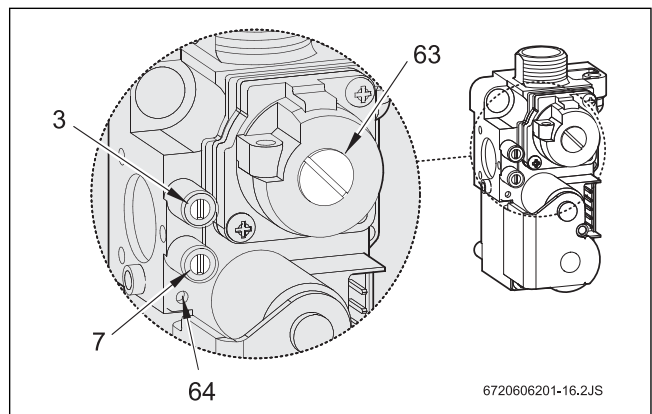

Fig. 52 Cuerpo de gas
- ▶ Desmontar la cubierta del tornillo de ajuste del gas (63) (Fig. 52).
- ▶ Tratándose de gas natural: ajustar el consumo MAX con el tornillo de ajuste (63) (Tab. 24).